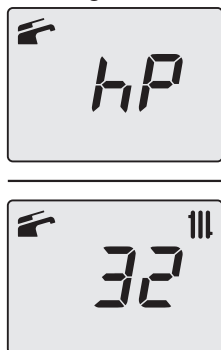

Figura 9.28
- Premendo il tasto 51 (Figura 9.24) è possibile variare la potenza in modalità spazzacamino: con visualizzazione sul display LCD delle lettere **hP** che si alternano con il valore di temperatura dell'acqua di riscaldamento (es.**32**), siamo in "funzione spazzacamino" alla potenza minima in riscaldamento (Figura 9.28).